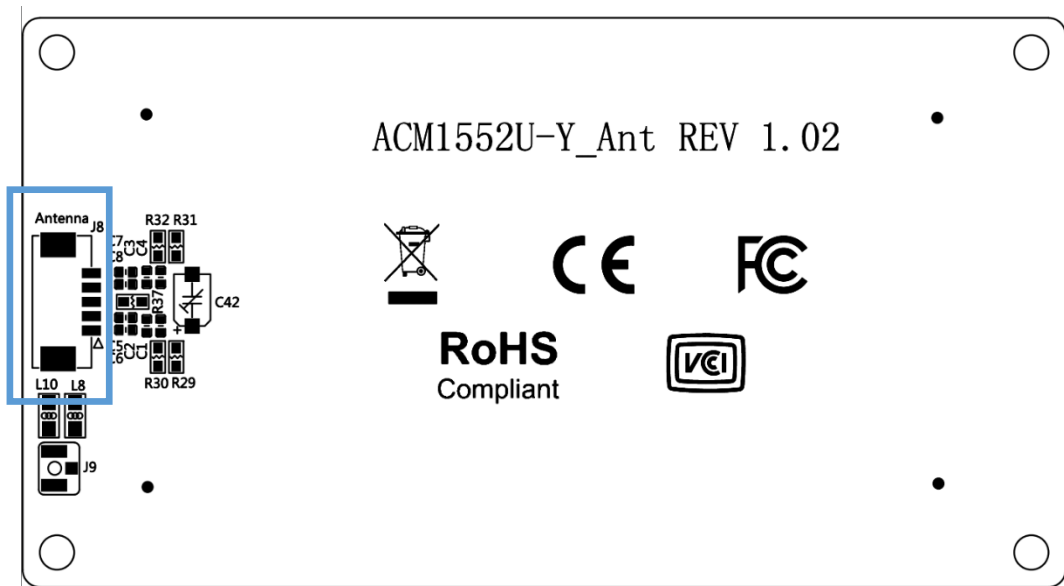

图 2: ACM1552U-Y 的天线板
- 将天线连接线与 ACM1552U-Y 天线板的 **J8** 连接在一起。（参考图 2）。